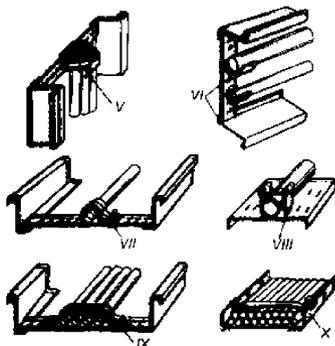

Рис.16
- гибкую пластмассовую ленту с кнопкой (I);
- металлическую полоску с пряжкой (II);
- полосы с пряжкой (IV);
- гибкую пластмассовую зубчатую полоску-пряжку (V) или скобу (VI) при вертикальной прокладке лотков, скобу с одной лапкой (VII) (рис.16);
- скобу с двумя лапками (IX);
- полосу (X).